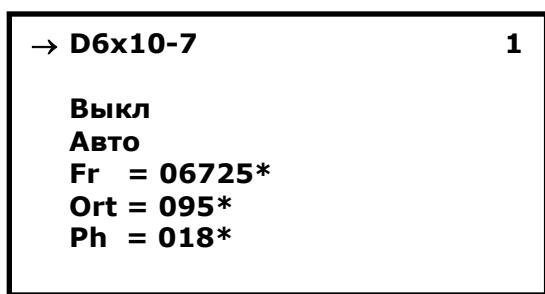

Рис. 31
- **«РЕДАКТОР»** - вход в режим работы с системными настройками датчиков. При нажатии кнопки [+], включается меню настройки датчиков (Рис. 31). В этом меню доступны следующие настройки: